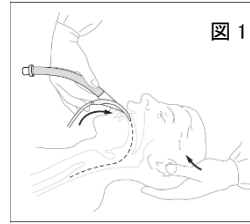
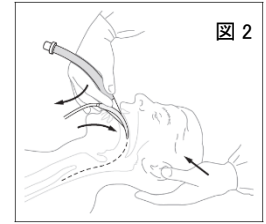

図 1
図 2
- (1) 本品挿入に適した麻酔深度であることを確認する。
- (2) 通常の気管挿管と同様に、頭部と頸部の位置を決め(図1)、片手で頭部を後方に押し、頸部を後屈させ、頭部を進展させながら(のけぞらせながら)、もう一方の手で本品を口腔内に挿入する。(図2)
- (3) 第二指をカフとエアウェイチューブの接合部の前方に置き、ペンを握るように本品を保持する。(図2)カフ先端を硬口蓋に押し当て、硬口蓋に対して平らになっていること、カフの先端が折れ曲がっていないことを確認し、第二指で本品を硬口蓋壁に押し付けながら口腔咽頭内に挿入する。